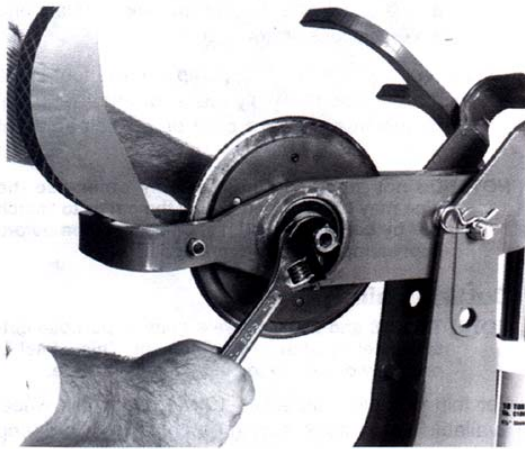

图 10—卸下锁定螺母
- b. 找到位于方形驱动器对面一侧上面的锁定螺母（图 10）。用活络扳手或 15/16” 扳手，退松螺母并取走。再取走垫圈。